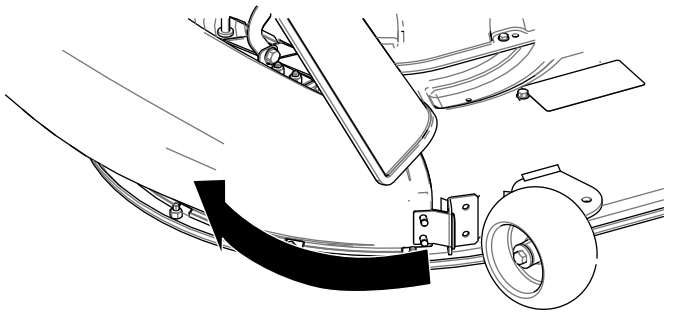

Bild 21
2. Drehen Sie den Auswurfkanal nach hinten und zum Mähwerk, sodass der Auswurfkanal mit dem Mähwerk ausgefluchtet ist (Bild 21).